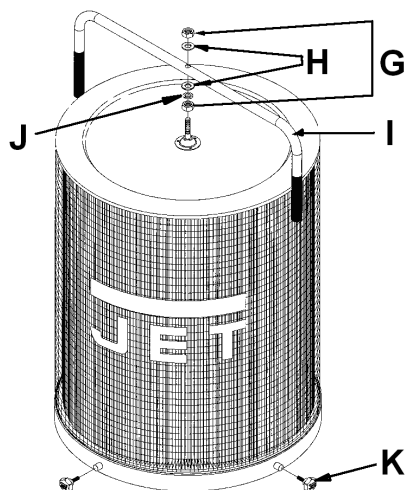

Fig 10
Montieren Sie den Griff (I, Fig 10) mit 2 Muttern (G), Scheiben (H) und einer Federscheibe (J).
Zum Reinigen der Filterpatrone der DC-1100CK drehen Sie den Griff (I, Fig 10) einige Umdrehungen damit der anhaftende Staub in den Spänesack fällt.